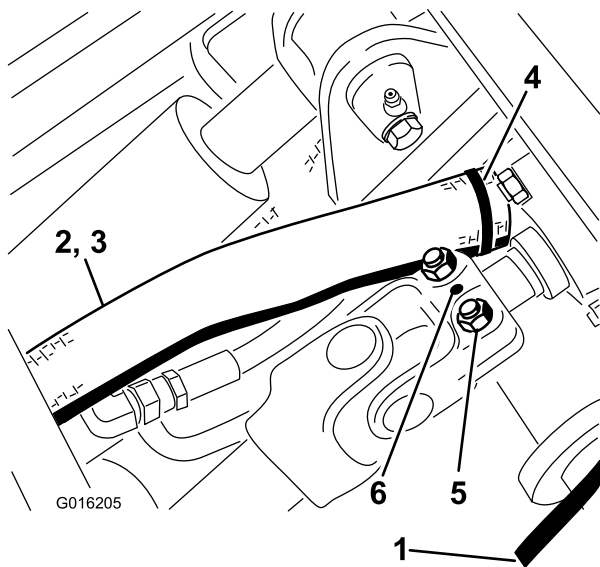

Figure 112
22. Accouplez l'arbre d'entraînement à l'arbre du boîtier d'engrenages dans le cadre d'hiver et serrez les boulons (5/16 po) à un couple de 20 à 25 Nm (175 à 225 po-lb). Posez la goupille cylindrique (Figure 112).